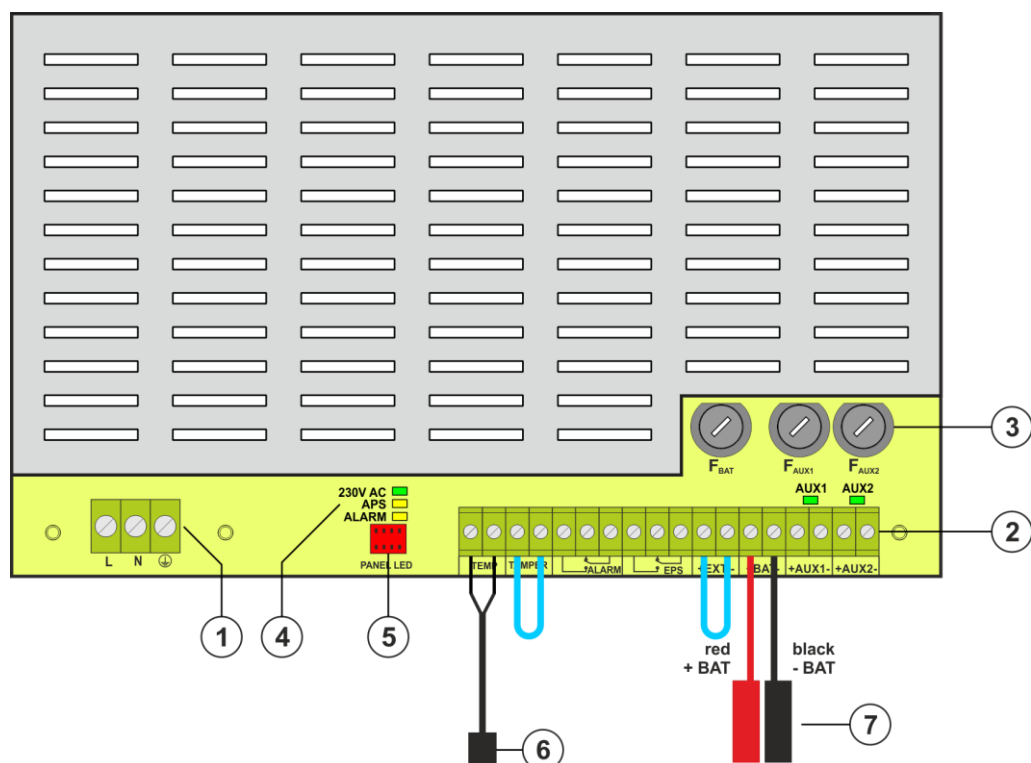

Fig. 2 Aanzicht van de voedingsmodule op basis van EN54C-2A.
Tabel 1. Onderdelen van de computervoeding (Fig. 2).
①	230 V voedingsconnector met klem voor het aansluiten van een beschermende geleider
②	Klemmen: TEMP – ingang van de batterijtemperatuursensor MANIPULATOR – ingang van de tampereschakelaar Gesloten ingang = geen aanduiding Open ingang = alarm ALARM – technische uitgang van collectieve fout van de computervoeding - relaistype EPS – technische uitgang van de AC-voedingsfoutindicatie open = AC-voedingsfout gesloten = AC-voeding - O.K. EXTi – ingang van externe fout Gesloten ingang = geen aanduiding Open ingang = alarm +BAT- – terminals voor het aansluiten van de batterij +AUX1- – AUX1-voedingsuitgang (- AUX=GND) +AUX2- – AUX2-voedingsuitgang (- AUX=GND) LET OP! In Fig. 2 toont de verzameling contacten de potentieelvrije relaistatus die overeenkomt met de voedingsfout.
③	Zekeringen: F_{BAT} – zekering in het batterijcircuit, F_{AUX1} – zekering in het AUX1-uitgangscircuit, F_{AUX2} – zekering in het AUX2-uitgangscircuit, De zekeringswaarden staan vermeld in tabel 4 "Elektrische parameters"
④	Leds – optische aanduiding: 230 V AC – spanning in 230 V AC-circuit APS – batterijfout ALARM – collectieve fout AUX1 – AUX1-uitgangsspanning (bij de AUX1-connector) AUX2 – AUX2-uitgangsspanning (bij de AUX2-connector)
⑤	PANEL LED – connector naar de externe led-indicators
⑥	Batterijtemperatuursensor
⑦	Batterijconnectors; positief: +BAT = rood, negatief: - BAT = zwart
①	Computervoeding (Tab. 1, Fig. 2)
②	Batterijtemperatuursensor
③	Batterijconnectors; positief: +BAT = rood, negatief: - BAT = zwart
④	Plaats voor de installatie van aanvullende modules
⑤	TAMPERSCHAKELAAR; microschakelaar (contacten) voor anti-sabotagebescherming (NC)
⑥	Passende batterij
⑦	Uitsparing voor kabelwartel
⑧	Uitsparingen voor verborgen draden
⑨	Slot